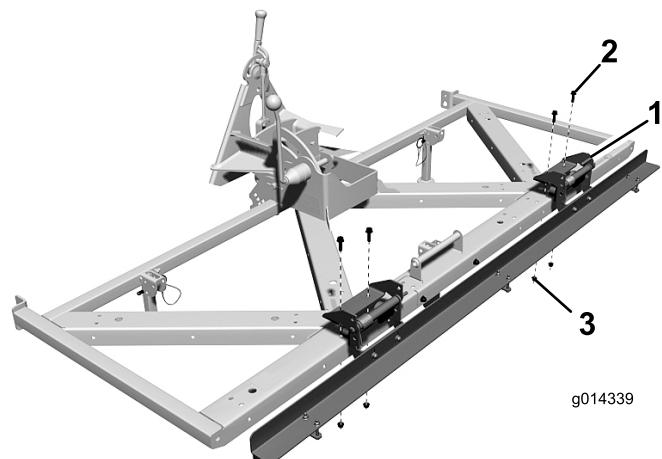

図 9
1. ターフ・グルーマの上面に、マグネット・アタッチメント用ブラケットを取り付ける； $5/16 \times 1$ inch ボルトとワッシャ（各2）を使用する（図 9）。